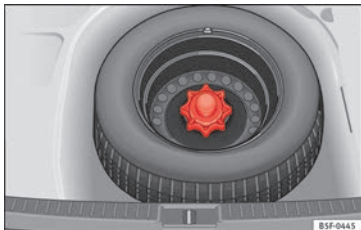

Fig. 181 Roda de emergência: piso de carga levantado.
- Levante o piso de carga e mantenha-o numa posição elevada para poder retirar a roda de emergência » **Fig. 181.**